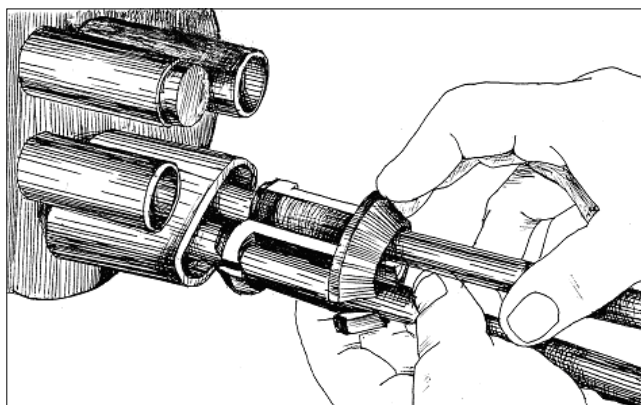

Рис. 3.14. Ввод кабелей с наконечником в овальный патрубок
3.6.1. Отверстие в обеих половинках наконечника подрезают по наружному диаметру кабеля. Устанавливают наконечник на кабели и вводят их в овальный патрубок оголовника (Рис. 3.14). Комплект №6, как правило, используется при монтаже ОК с одной оболочкой и продольная герметизация не производится.